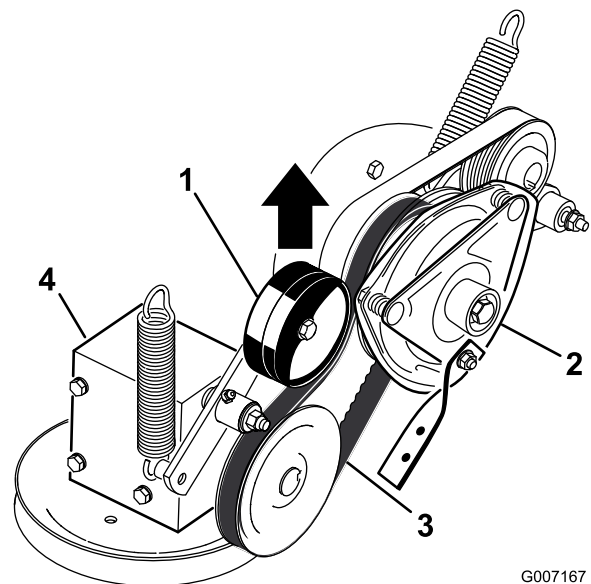

Figura 61
4. Tire hacia arriba de la polea tensora a resorte de la correa de la TDF, y retire la correa de la polea del embrague (Figura 61).
16. Tire hacia arriba del brazo tensor tensado con muelle de la correa de la TDF, e instale esta en la polea del embrague (Figura 61).